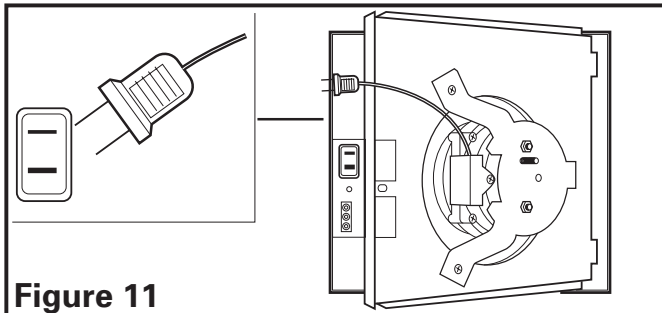

Figure 11
1. Réinstaller le venturi du ventilateur en le tenant à un angle d'environ 45 degrés, accrocher les deux onglets sur le venturi dans les fentes sur le cabinet et fixer en place en serrant les vis du venturi. Faire tourner la roue de la soufflante à la main pour s'assurer qu'elle tourne librement. Maintenant, connecter le moteur du ventilateur dans le réceptacle (**Figure 11**).